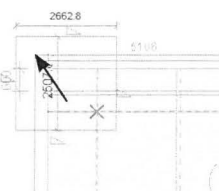

Fig. 09.07. Klik på ydervæggens yderside.
- Klik i bygningens ene hjørne, på ydersiden af ydervæggene (Fig. 09.07).